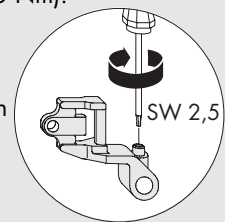

Bild 2
- A** Flügel einhängen. Lagerbolzen (8) durchschieben und einrasten.
- B** Lagerbolzen (8) **unbedingt** mit Gewindestift im Winkelbandlager (11) sichern (siehe Bild 2).